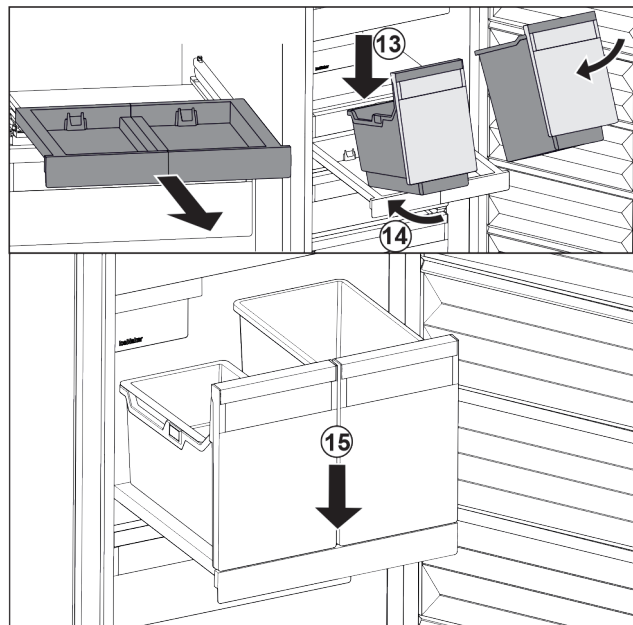

Fig. 106
- Așezați recipientele oblic pe raftul extractibil. Fig. 106 (13)
- Inșerați recipientul oblic spre partea posterioară. Fig. 106 (14)
- Depuneți recipientul în față. Fig. 106 (15)